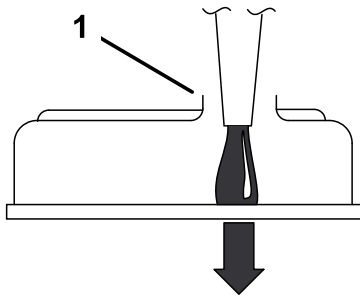

Figure 64
**Important:** Versez l'huile très lentement en prenant soin de ne pas obturer le trou de remplissage (Figure 64). Si vous versez l'huile trop rapidement ou si vous bouchez le trou, l'huile sera refoulée et encrassera les entrées d'air, ce qui endommagera le moteur.